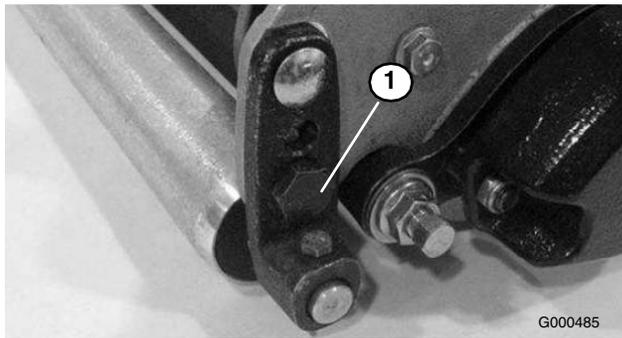

Bild 48
5. Drücken Sie die Spindel fest auf die Platte und drücken Sie auf die hintere Walze. Drehen Sie dabei die Befestigungsschraube der Walze rechts unten (Bild 48).
Diese Befestigungsschraube hat eine Versatzposition. Bei Drehen der Schraube wirkt sie exzentrisch (als Nocken) und hebt die Rolle an oder senkt sie ab. Ein ID-Punkt gibt den Versatz der Schraube an. Der Punkt gibt die Richtung an, in der sich das rechte Ende der Walze bewegt, wenn die Schraube gedreht wird. Der Punkt sollte sich immer in der hinteren Hälfte des Bogens befinden, wie in Bild 48 dargestellt.